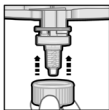
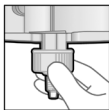

Fig. 3
Fig. 4.1
5. Når blandespissen er plassert korrekt (fig. 3), skyver du Dynamix festeringen til stopp over blandespissen. Drei den deretter mot høyre (1/4 omdreining), til den går forsvarlig i lås (fig. 4.1, 4.2, 5)